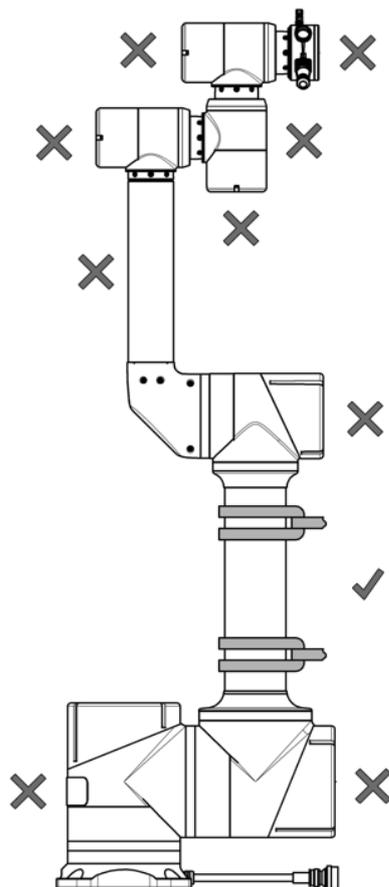

Рисунок I-12 – Разрешенные и запрещенные места обхвата при монтаже/демонтаже манипулятора
2. При обхвате стропами используйте захват мертвой петлей за плечо СП2–СП3 (см. Рисунок I-12).
3. Нельзя подвергать усилиям запрещенные места обхвата (СП4, СП5, СП6) и пластиковые защитные крышки (см. Рисунок I-12).